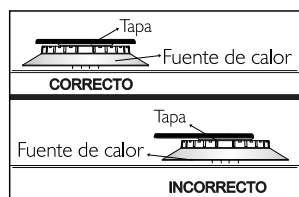

Figura 10.
- Tenga lista la fuente de ignición (cerilla, encendedor) y acérquela a la fuente de calor (Ver figura 10).